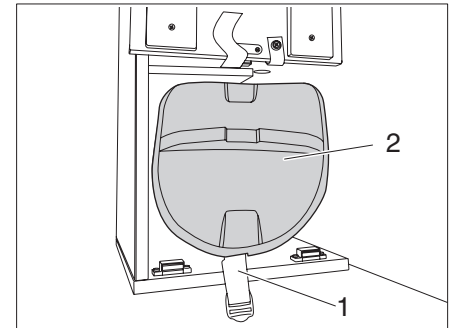

Fig. 59 Caja para bombonas de gas
- ▶ Soltar la correa de sujeción (Fig. 59,1).
- ▶ Retirar la cubierta (Fig. 59,2).
- ▶ Cerrar la tapa (Fig. 59,2) y asegurarla con la correa de sujeción (Fig. 59,1).